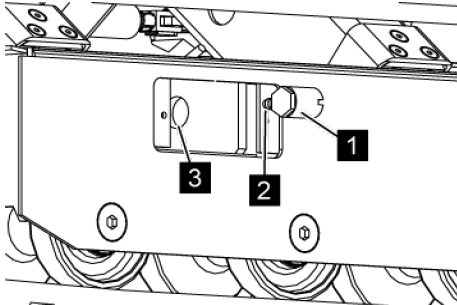

Fig. 149: Mettre en place l'accouplement coulissant
4. ➔ *Pousser l'accouplement coulissant (Voir la Fig. 149/1) avec le graisseur (Voir la Fig. 149/2) en premier sur le vérin (Voir la Fig. 149/3).*